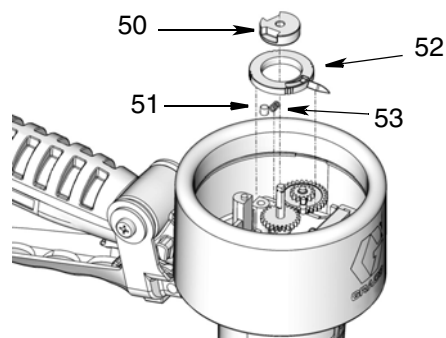

Рис. 23
- Установите нижний указатель (52), пружину (53), штифт (51) и заглушку (50), как показано на Рис. 23. Используйте торцевой гаечный ключ, чтобы затянуть зажимный винт заглушки.